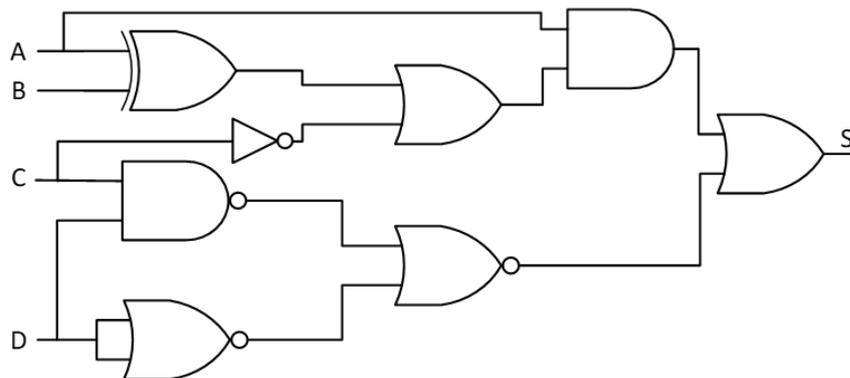

Figura 3. Circuito lógico.
**Pregunta 1. Realice la tarea indicada en esta pregunta.** Obtener la ecuación lógica correspondiente al circuito de la Figura 3 y simplificar algebraicamente todo lo posible.